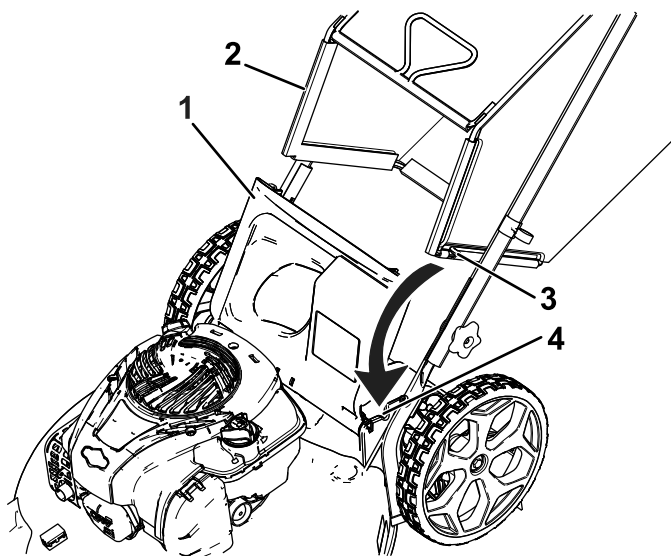

Figure 15
1. Soulevez le déflecteur arrière (Figure 15).
2. Insérez les extrémités de la tige du bac à herbe dans les crans des supports du guidon (Figure 15).